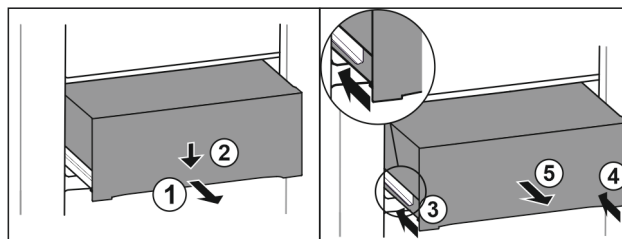

Fig. 121
- ▶ Træk skuffen halvt ud. Fig. 121 (1)
- ▶ Tryk skuffen ned på forsiden. Fig. 121 (2)
- ▶ Skub venstre skinne ca. 2 cm ind. Fig. 121 (3)
- ▶ Skub højre skinne ca. 2 cm ind. Fig. 121 (4)
- ▶ Tag skuffen ud fremefter. Fig. 121 (5)